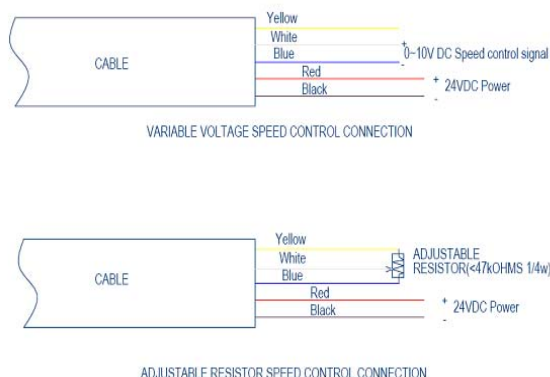

Abbildung 4 Einstellbare Verbindung für die Drehzahlregelung
- ❑ Verbinden Sie die weiße Ader mit dem Pluspol und die blaue mit dem Minuspol (Abbildung 4).